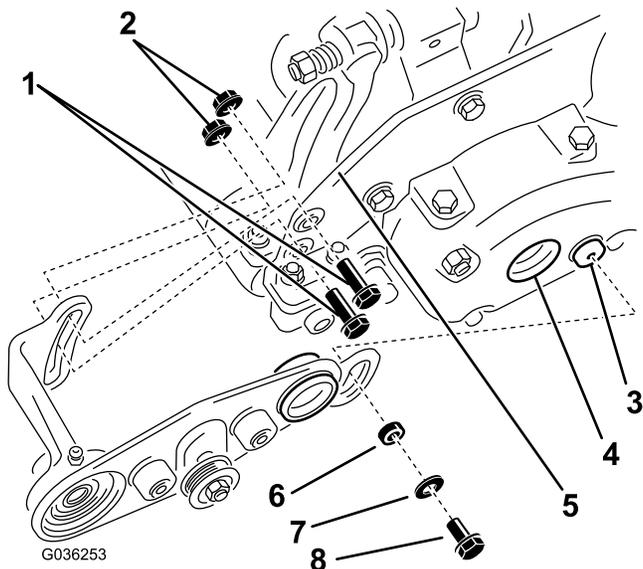

Figura 15
- B. Aplique uma leve camada de lubrificante no anel de retenção no piloto do suporte da escova direita; consulte a Figura 15.
- D. Insira o piloto no orifício grande no centro da cobertura do rastelo e fixe o lado frontal do apoio da escova direita ao cubo na cobertura do rastelo com um espaçador de rolamento, uma anilha e um parafuso com rosca de bloqueio (5/16 x 5/8 pol.); consulte a Figura 15.
- E. Instale o lado traseiro do apoio da escova direita no interior da placa lateral da unidade de corte com dois parafusos com rosca de bloqueio (5/16 x 1 pol.) e duas porcas flangeadas (5/16 pol.); consulte a Figura 15.